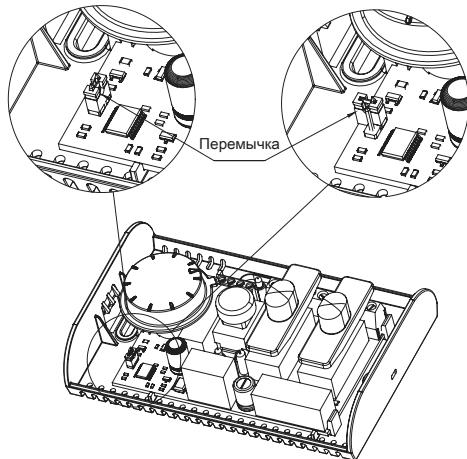

Рисунок 3.
- Установить перемычку в определенное положение (см.рисунок 3);